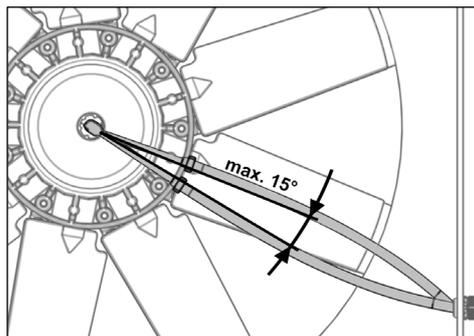

Abb. 30
- ▶ Spannung überprüfen und ggf. Druckschlauch neu spannen (siehe Abb. 30).